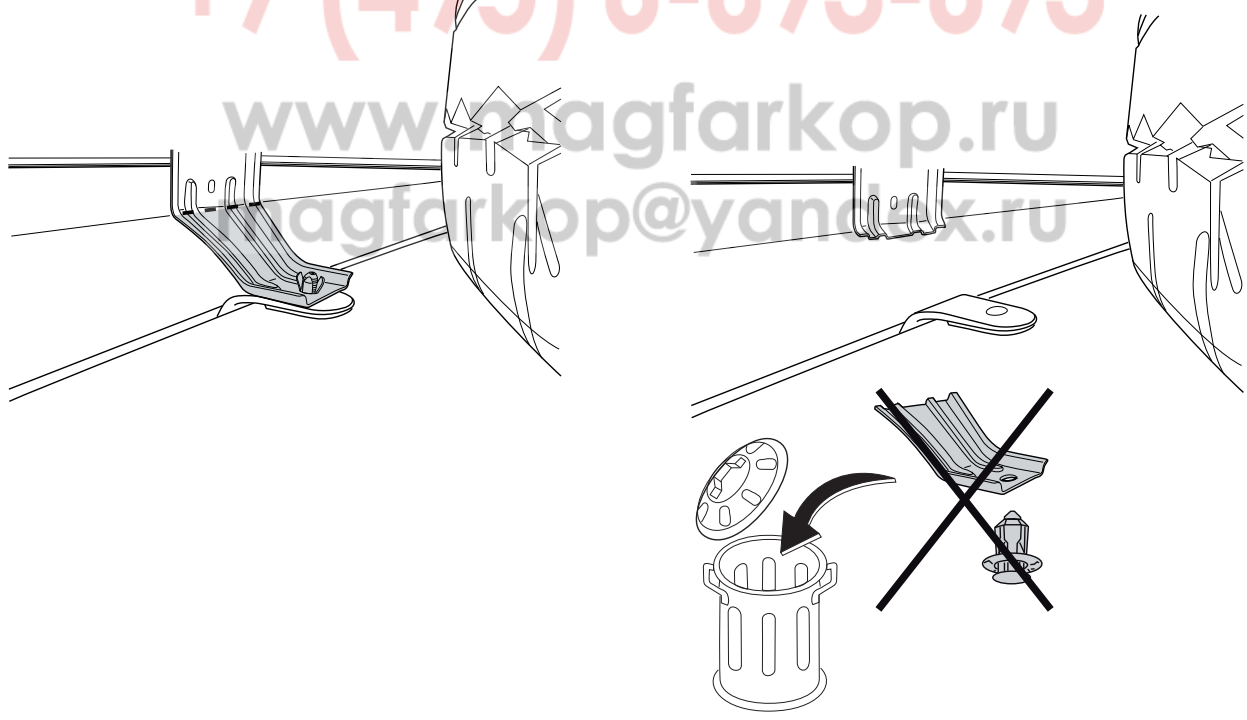

Fig.1
5. Saw out the indicated section in accordance with figure 1.
5. Gemäß Abb. 1 das angegebene Teil herausschneiden.